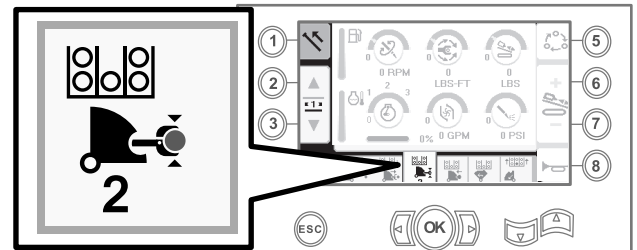

Figura 10
- Solte o interruptor oscilador para prosseguir para o passo seguinte na sequência (Figura 10).